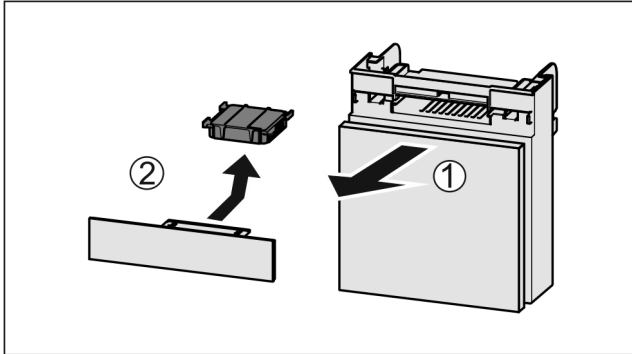

Fig. 57
- ▶ Extrageți Fig. 57 (1) compartimentul către înainte.
- ▶ Scoateți Fig. 57 (2) filtrul de cărbune activ.